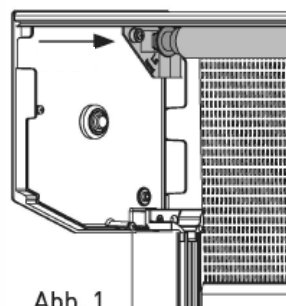

Abb. 1
- > Den Spanner der Bremsmechanik und der Federmechanik in den Blendkappeneinsatz eindrücken [Abb. 1 und 2].